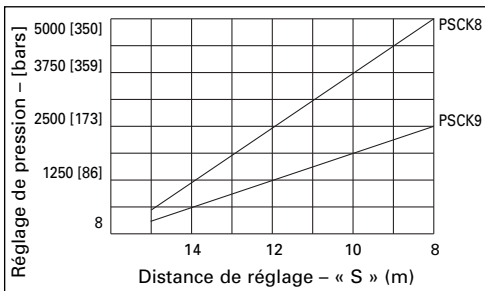

Figure 4, Graphe
3. Serrer le contre-écrou [3 ft-lbs (4 Nm)] tout en maintenant le réglage de pression avec la clé. (Pour les réglages, se reporter au graphe de la figure 4. [Ce graphe est approximatif ; pour trouver plus précisément les points de commutation, utiliser un manomètre.]
Remarque : La distance de réglage S de la figure 4 est mesurée de l'extrémité de la vis de réglage au corps du manostat (là où est plaqué le contre-écrou).